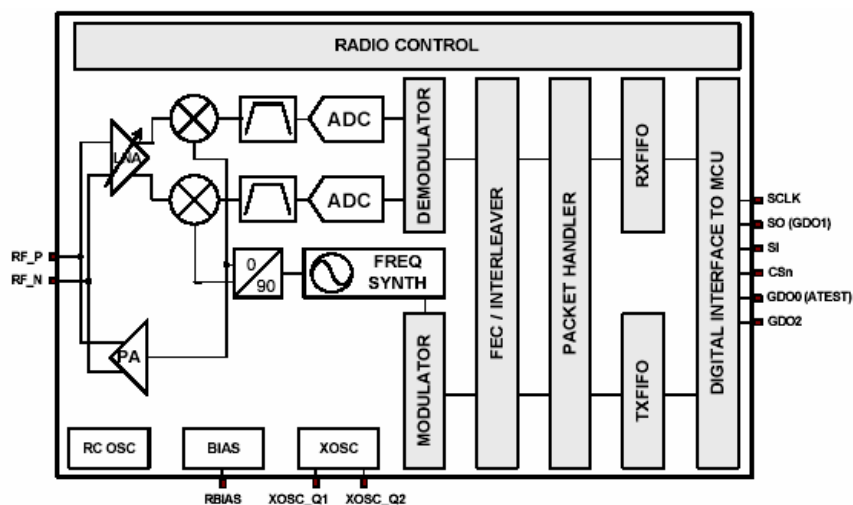

图 2 CC2500 简化框图
CC2500 简化框图如图 2 所示。CC2500 用作一个低 IF 接收器。接收的 RF 信号通过低噪声放大器 (LNA) 放大, 再对中间频率 (IF) 求积分来向下转换。在 IF 下, I/Q 信号通过 ADC 被数字化。自动增益控制 (AGC), 细微频率滤波和解调/数据包同步均数字化地工作。